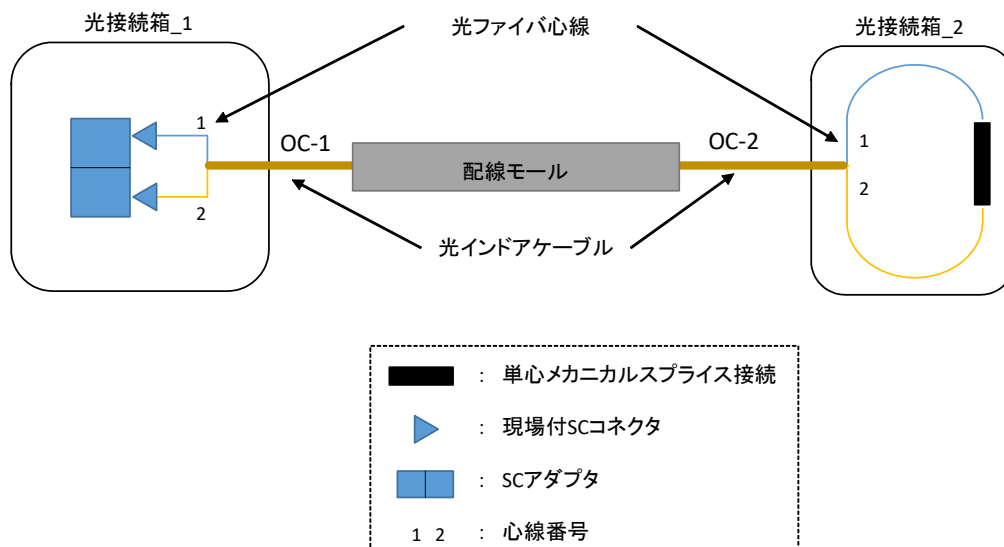

図 2 光ファイバ心線接続図 (例)
- ・ 光接続箱_1 で、光インドアケーブル端を約 1m の長さで口出し、図 2 に従って SC コネクタを成端し光アダプタに接続すること。光アダプタは所定の場所に固定する。
- ・ 光接続箱_2 で、光インドアケーブル端を約 1m の長さで口出し、図 2 に従って心線を接続し収納する。